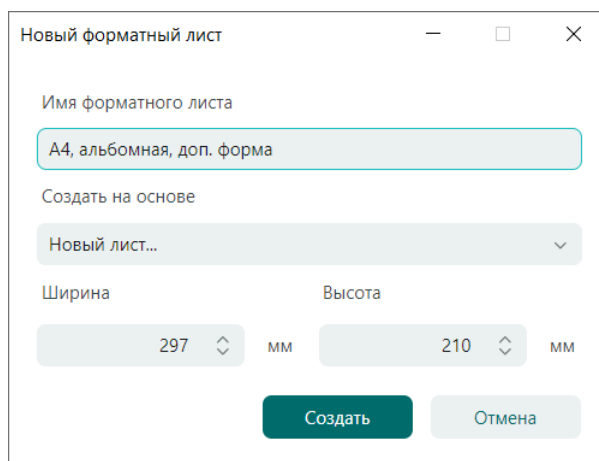

Рис. 77 Ввод имени нового шаблона
3. В окне «Новый форматный лист» в поле «Имя форматного листа» введите наименование для нового шаблона листа схемы, Рис. 77.